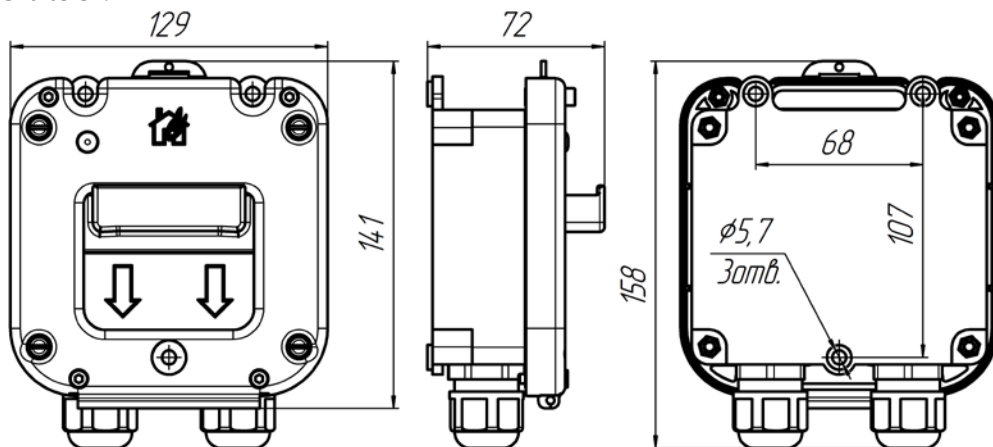

Рис.3. Габаритные размеры извещателя
2.4. Конструктивно извещатель состоит из пластикового корпуса, все части которого выполнены из антистатического пластика с поверхностным сопротивлением не более 10^9 Ом/см² при температуре $(23 \pm 2)^\circ\text{C}$ и относительной влажности $(50 \pm 5)\%$ в соответствии с ГОСТ 31610.0-2019 (IEC 60079-0:2017), основание которого с электронным блоком крепятся на стене помещения. Затем лицевая панель с приводным элементом шурупами крепится к основанию. Корпус извещателя по требованию заказчика может быть оборудован герметичными пластиковыми кабельными вводами для подведения проводников диаметром от 6 до 12мм или от 13 до 18мм, герметичными вводами МКВ (см. таблицу) из нержавеющей стали марки 12Х18Н10Т, предназначенными для различных вариантов прокладки кабеля количеством 2 шт. Элементы конструкции извещателя показаны на рис.1 Габаритные размеры извещателя показаны на рис.3.